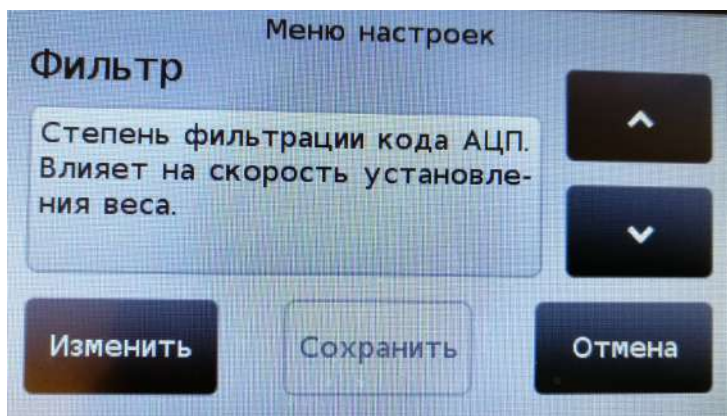

Рис. 8.1.2. Меню просмотра/установки параметров.
8.1.2. После входа в главное меню откроется окно просмотра/установки режимов работы Преобразователя, см. рис. 8.1.2.